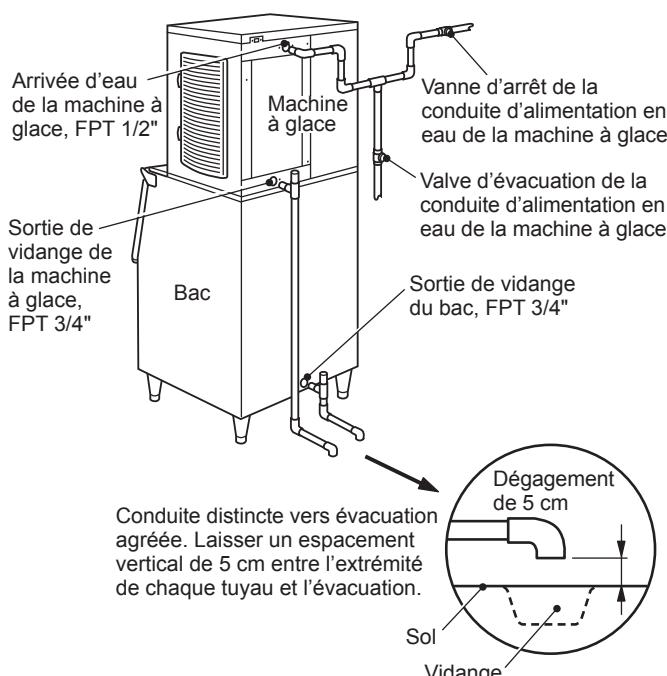

Fig. 6
- \* Un raccord en T à évent est nécessaire au flux de vidange correct. Voir fig. 6.
\* La conduite de vidange de la machine à glace doit être distincte de la conduite de vidange de l'appareil de distribution/du bac de stockage. Voir fig. 6.